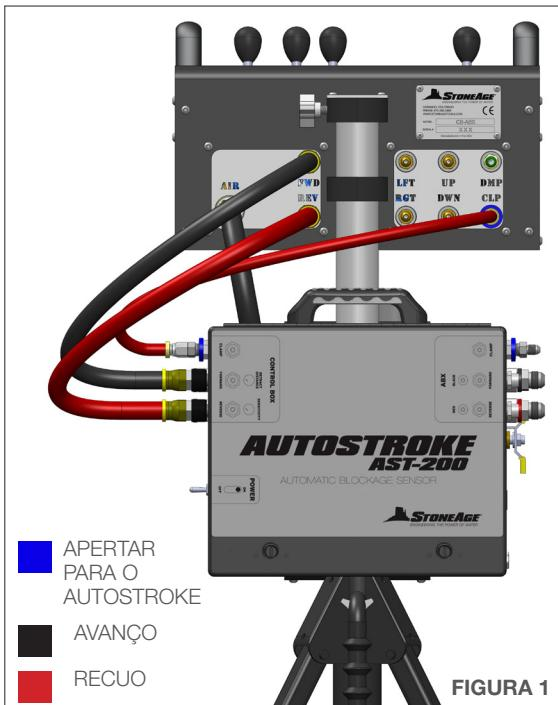

FIGURA 1
1. Conecte as linhas PRETA e VERMELHA de 13 mm ( $\frac{1}{2}$ ) entre as conexões de “Avanço” e “Recuo” do AutoStroke e as respectivas conexões na parte traseira do Controle Remoto ABX. Conecte a mangueira CURTA de 6 mm ( $\frac{1}{4}$ ) entre conexão identificada como “CLAMP” (“APERTAR”) na lateral esquerda do AutoStroke e a conexão “CLAMP” no Controle Remoto. (Figura 1)